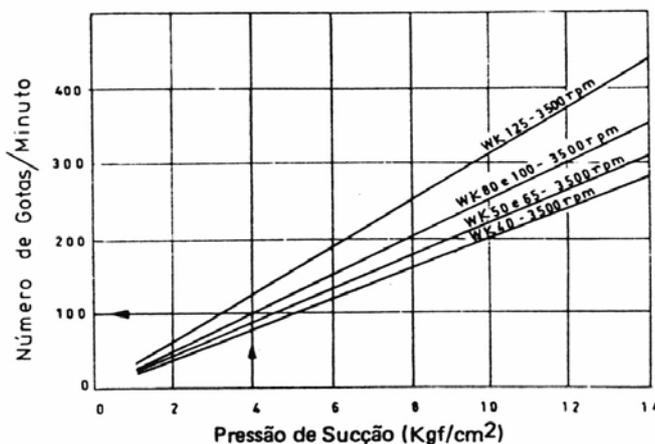

Figura 19 – Número de gotas aproximado
- f) ajustar o engaxetamento apertando-se as porcas do aperta gaxeta cerca de 1/6 de volta. Como todo engaxetamento recém-executado requer certo período de acomodação, o mesmo deve ser observado nas primeiras 5 a 8 horas de funcionamento, e em caso de vazamento excessivo apertar as porcas do apoerta gaxeta cerca de 1/6 de volta. Durante o funcionamento todo engaxetamento deve gotejar (para número de gotas aproximado) vide Figura 19. Tendo as gaxetas atingido o estágio de acomodação bastará um controle semanal